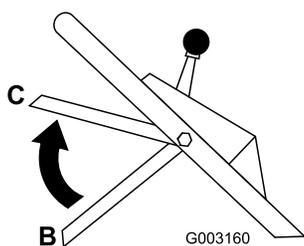

Figure 18
3. Ramenez la barre de commande à la position centrale, soit 12,7 cm (5 ) environ au-dessous de la barre transversale du guidon (position C à la Figure 18).
4. Relâchez la barre de commande de la lame (position B à la Figure 18).